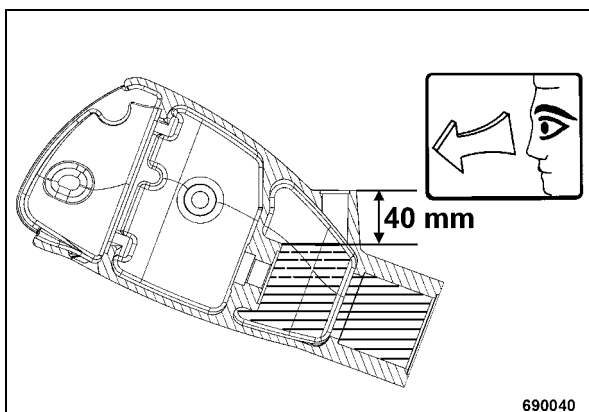

рис. 63
- Проверить, находится ли уровень масла для гидросистемы прим. в 40 мм под наливным отверстием (рис. 63); при необходимости, долить масло для гидросистемы.